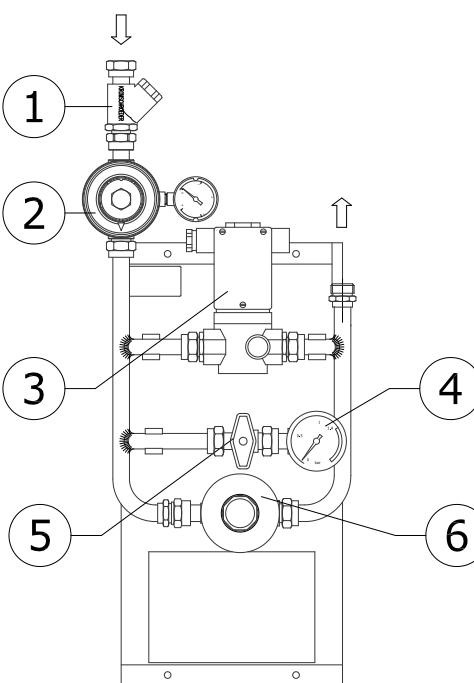

Fig. 2
- Activar la válvula eléctrica desde el sistema de control (fig.2) y ajustar la presión de salida (según modelo) mediante el regulador de entrada (2) y comprobar la presión en el manómetro de salida (4).
- Reajustar la presión de salida mediante el regulador de entrada (2) una vez que todos los radiadores estén encendidos.
- Enable the electro valve from the control system (fig. 2) and set the outlet pressure (depending on the model) using the inlet regulator (2), and check the pressure in the outlet pressure gauge (4).
- Re-set the outlet pressure using the inlet regulator (2) once all the brooders are switched on.
- Activer la soupape électrique depuis le système de contrôle (fig. 2) et régler la pression de sortie (selon modèle) à l'aide du régulateur d'entrée (2) et vérifier la pression sur le manomètre de sortie (4).
- Réglage à nouveau la pression de sortie à l'aide du régulateur d'entrée (2) une fois que tous les radiateurs seront allumés.